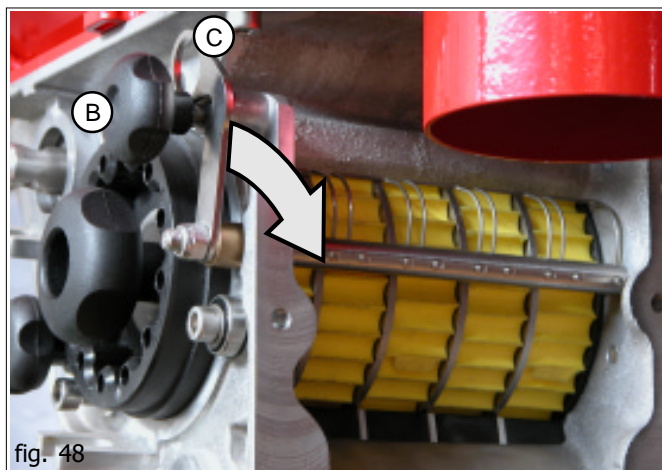

fig. 48
Zum Ein- und Ausschwenken der Reinigungselemente das Handrad (B, Fig. 48) etwas loesen und durch beidseitiges Ziehen an den Oesen die Welle nach vorne schwenken bis sie einrastet. Zum zurueckschwenken die beiden Laschen nach aussen aus dem Sitz druecken und Welle nach hinten schwenken. Jeweilige Position mit Handrad sichern.
1) Nach Entnahme des Dosierrades (bei leerem Tank und ausgeschalteter Reinigungswelle!) Handrad weit loesen oder ganz abschrauben. (A, Fig.48, Fig.49)